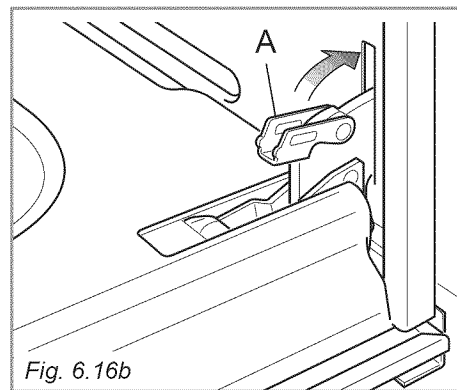

Fig. 6.16b
- Fermer le levier "A" sur les charnières gauche et droite (fig. 6.16b).